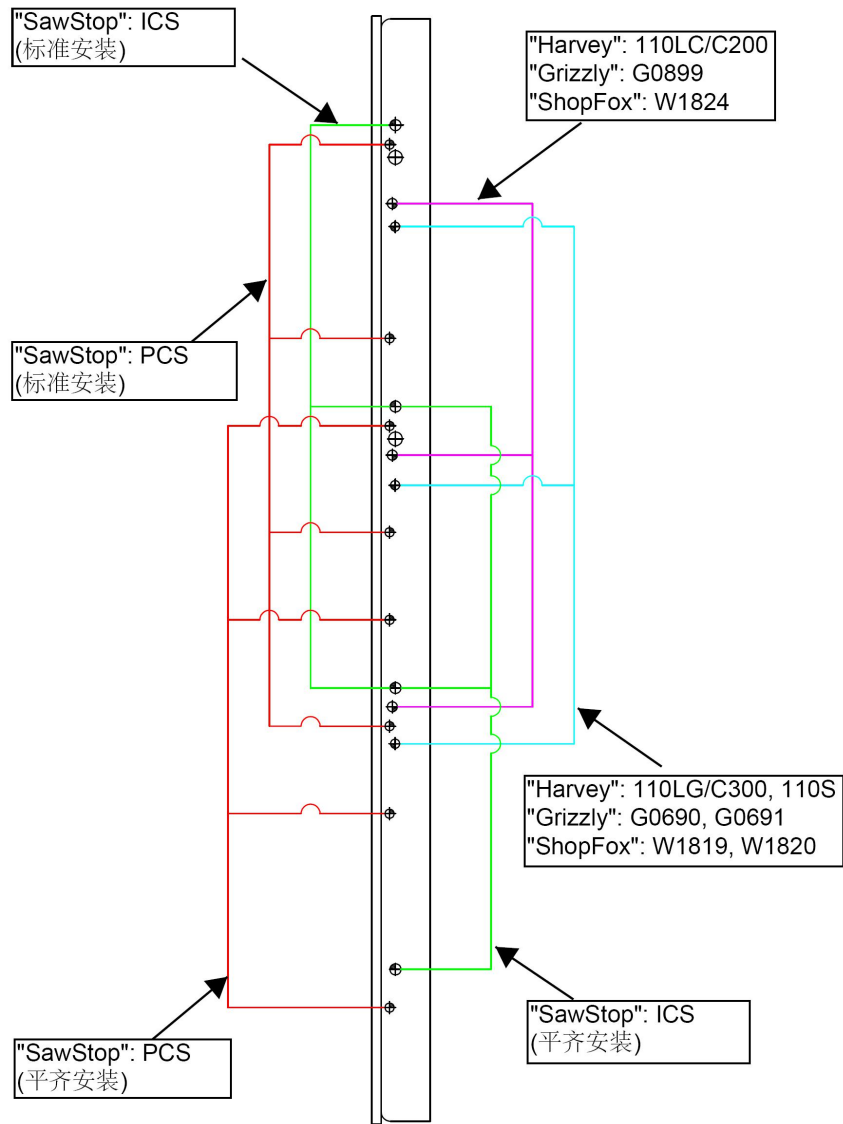

图 4
5. 按图 4 所示的标注，找出您的设备所对应的安装孔，对准安装孔，然后将两套内六角圆柱头螺钉、弹垫和平垫通过滑台旋入台锯台板侧面的安装孔中。